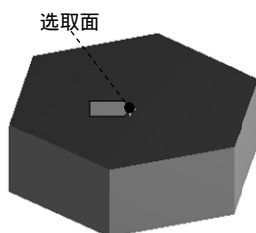

图 4.3.36 定义映射面
- 步骤 09** 定义映射面。选取图 4.3.36 所示的模型表面为对象，并在 **Geometry** 后的文本框中单击 **Apply** 按钮确认。